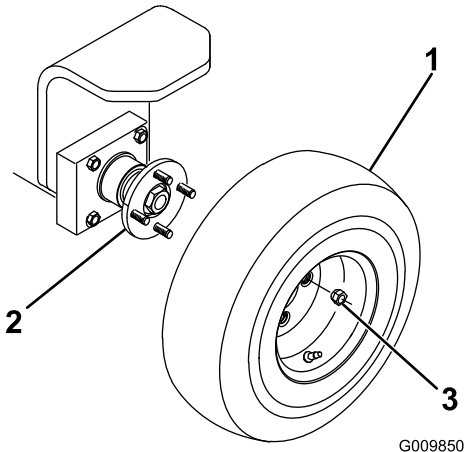

Figura 2
- 1. Monte o conjunto de roda no cubo da roda traseira (Figura 2).
- 2. Instale as portas de roda(Figura 2) e aperte-as com 61 a 88 Nm.